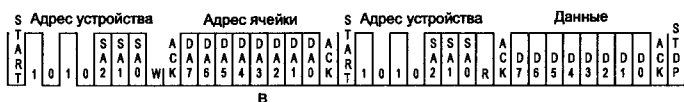

Рис. 7.13. Обмен с памятью по интерфейсу I²C: а — запись, б — чтение с текущего адреса, в — чтение с произвольного адреса
Адрес ведомого устройства и тип обращения задается контроллером при инициировании обмена. Обмен с памятью иллюстрирует рис. 7.13. Здесь $SA[0:2]$ — адрес устройства, $DA[0:7]$ — адрес данных, $D[0:7]$ — данные, W — признак записи (0), R — признак чтения (1).